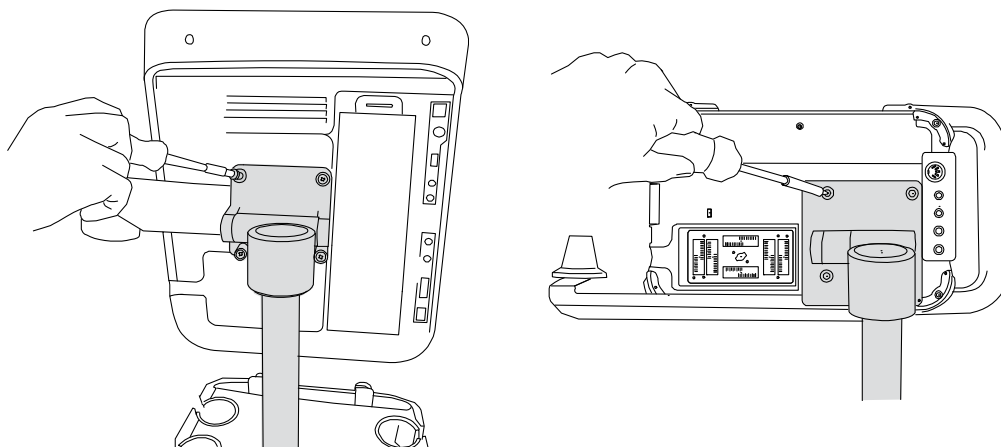

Figura 3 Aperte os parafusos na placa de montagem: S Series (na esquerda) e NanoMaxx (na direita)
- 4 Aperte o parafuso de cada um dos quatro cantos do sistema até ele ficar firme. Aperte com uma chave Phillips. Consulte Figura 3.
- 1 Apóie o sistema de ultra-som, depois afrouxe o parafuso de cada um dos quatro cantos da placa de montagem. Se necessário, use uma chave Phillips. Consulte Figura 3.